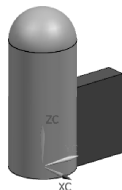

图 4-14 创建长方体
- 03 创建长方体。**在菜单栏中执行【插入】|【设计特征】|【长方体】命令，弹出【块】对话框，指定原点为 (0,0,0)，输入长度为 5，宽度为 20，高度为 20，单击【确定】按钮，完成创建，结果如图 4-14 所示。